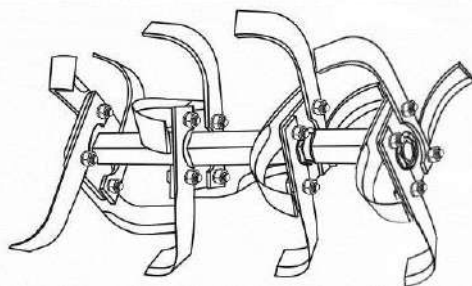

Рисунок 7. Ґрунтофреза у зборі
6. Скласти інші сегменти ротора ґрунтофрези (див. рис. 7.). Складання лівої половини ґрунтофрези здійснюється аналогічно, з урахуванням напрямку обертання ротора.